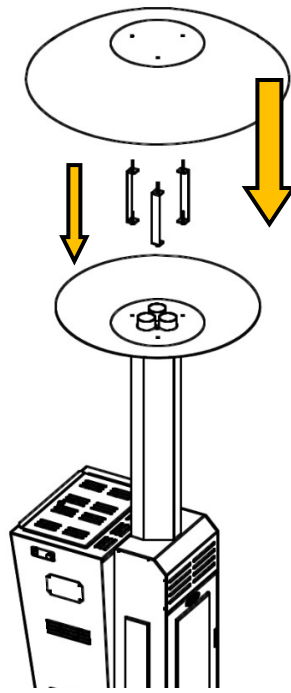

Abb. 5
- 4 Die drei Halterungen und die obere Parabel auflegen und mit den mitgelieferten Flügelmuttern befestigen (Abb.5)